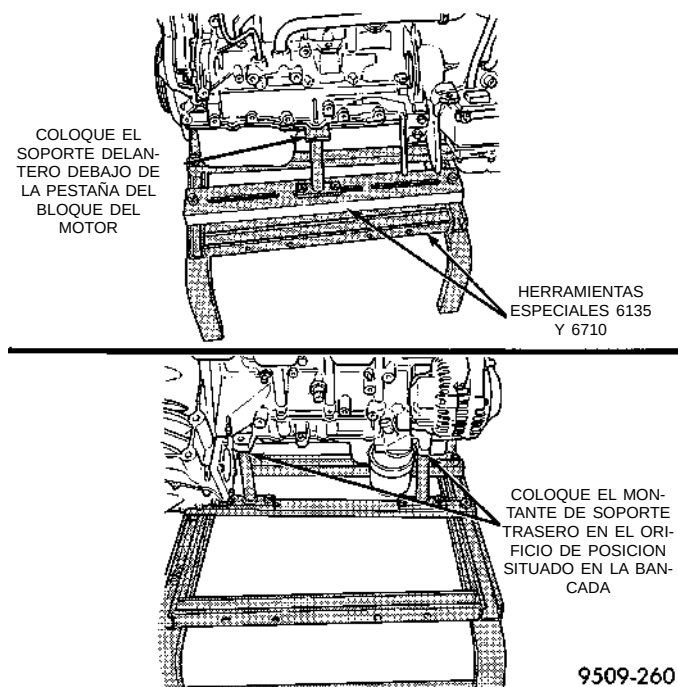

Fig. 18 Emplazamiento de los soportes de montantes del armazón del motor
(23) Afloje los montantes de soporte del motor para permitir el movimiento necesario para el emplazamiento en los orificios de posición y la pestaña sobre la bancada del motor. Baje el vehículo y emplace el armazón de modo que el motor se apoye sobre los montantes de soporte (Fig. 18). Apriete los soportes en el bastidor del armazón. Esto evitará que los montantes de soporte se muevan cuando retire o instale el motor y la transmisión.
(24) Instale correas de seguridad alrededor del motor para asegurarlo al armazón; ate y ciérrelas en esa posición.
(25) Eleve lo suficiente el vehículo de modo que pueda ver si las correas están bien ajustadas y sostienen el conjunto del armazón con el motor.
(26) Baje el vehículo de modo que el peso del motor y la transmisión SOLO se deposite en el conjunto del armazón.
(27) Retire los pernos pasantes del soporte del motor y de la transmisión.
(28) Eleve lentamente el vehículo. Tal vez sea necesario mover el conjunto de motor/transmisión sobre el armazón, para permitir el desmontaje alrededor de las pestañas de la carrocería.